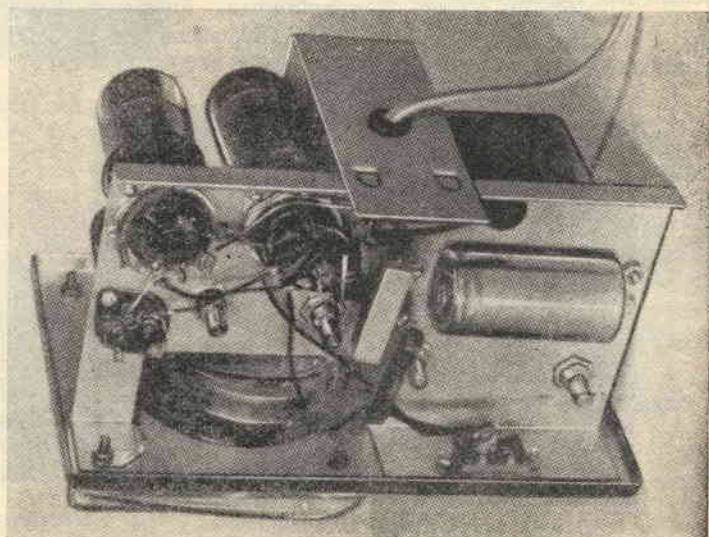

Fig. 2.
- Fig. 2 - Capacimetro visto dal di sotto.
me è dato vedere a figure 2 e 3. All'uopo ricaveremo da una lastra di alluminio di spessore minimo il pannello frontale, sul quale effettueremo i fori necessari per l'allogamento dello strumento, del commutatore